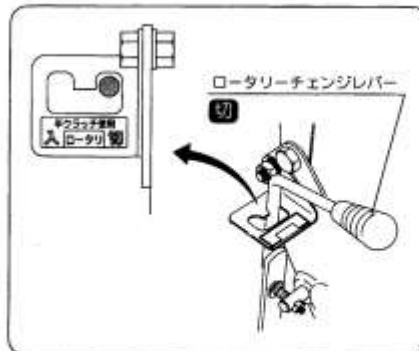

図5
- ロータリーチェンジレバーを「切」位置になっているかを確認してください。(図5)